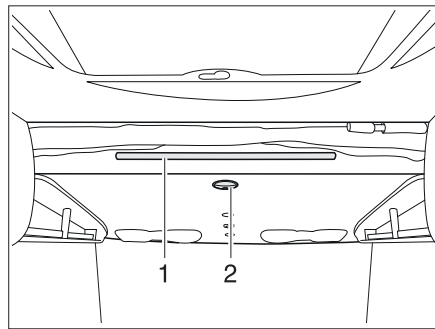

Fig. 107 Lit escamotable électrique
- Tourner la poignée (Fig. 107,2) à la face inférieure du lit escamotable.
- L'échelle de montée doit être accrochée par les deux étriers à la tige de retenue (Fig. 107,1) se trouvant sur le lit escamotable.
- Accrocher l'échelle d'accès avec les deux étriers dans la barre de maintien (Fig. 107,1) du lit escamotable.